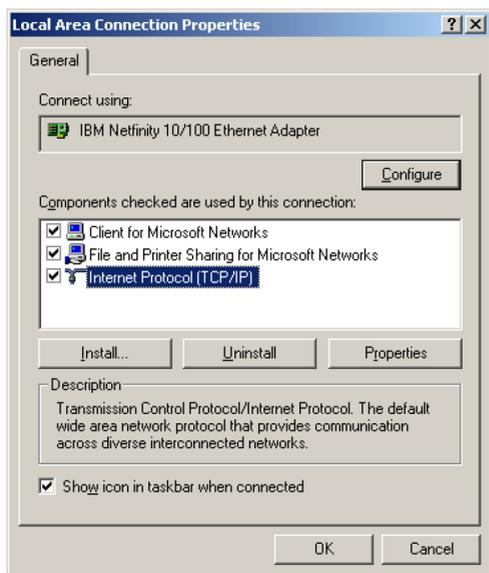

Рис. 13. Окно свойств локального подключения
5. Выберите протокол интернета (Internet Protocol (TCP/IP)) и щелкните на кнопке Properties (Свойства) (см. рис. 13).